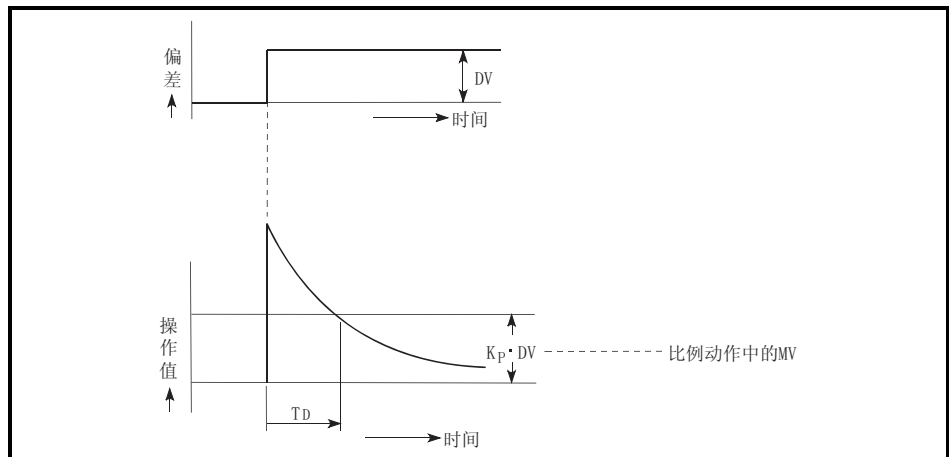

图 4.4 偏差为恒定值时的微分动作
- (3) 偏差为恒定值的阶跃响应时的微分动作如图 4.4 所示。